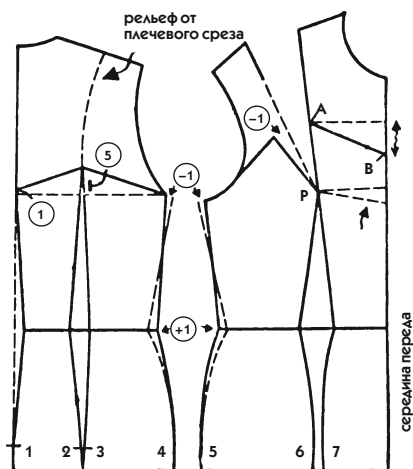

Рис. 777
1. Переведите базовое лекало. Чтобы построить чертеж, как на рис. 777, проведите на спинке линии рельефа от плечевого среза и по линии середины спинки в соответствии с пояснениями к рис. 91.
2. **Длина переда лифа.** Точку начала бретели определите следующим образом: от точки Р отложите по обеим линиям верхней вытачки 10,5 см (для обхвата груди, равного 95 см). Поставьте засечку А (см. рис. 777).
3. **Глубина декольте.** Чтобы наметить положение засечки В, проведите пунктирную линию от засечки А до линии середины переда и от этой точки отложите 5—6 см вниз (волнистая стрелка на рис. 777).
• Начертите на спинке от начала бретели прямолинейную вытачку (ее середина пройдет вдоль линии долевой нити), глубина которой будет несколько меньше, чем вытачка рельефа (сплошные линии на рис. 777).
- Начертите новые сплошные линии бокового среза, как показано на рис. 777.
8. *Вытачка «бюстье».* Эта маленькая вытачка, о которой мы уже упоминали в пояснениях к рис. 35 и 577 (см. также пунктирные линии и стрелку на рис. 777), не является обязательной. При обхвате груди до 90 см ее глубина составляет 1 см, при большем обхвате — 2 см.
- При длине юбки 60 см прибавьте по каждому рельефу (то есть по каждой пронумерованной линии от 1 до 7) полуфалды величиной 2 см (рис. 777).
6. Приведенные на рис. 777 и 779 лекала являются базовыми, которые можно преобразовывать в соответствии с вашей фантазией, но соблюдая основные правила подгонки по фигуре, которые вы изучали в других разделах книги.